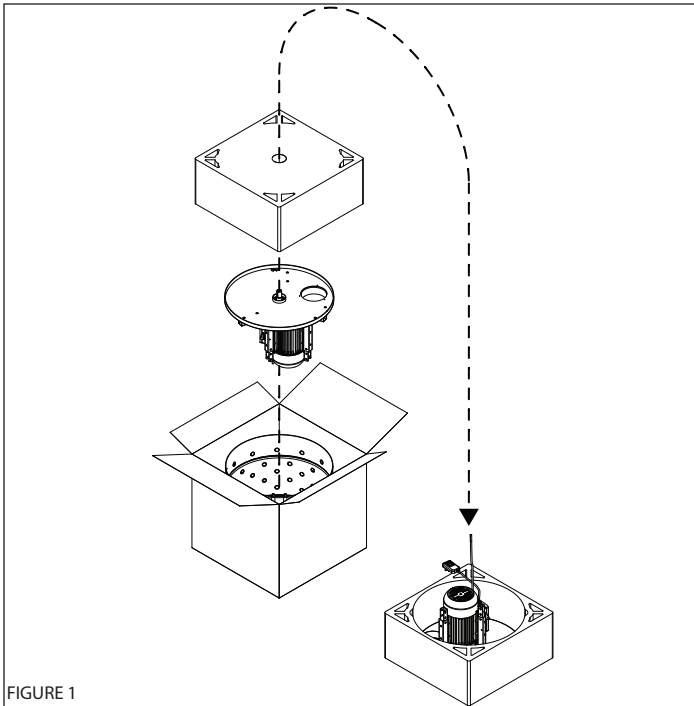

FIGURE 1
1. Ouvrir le dessus du carton d'emballage et retirer le bloc de calage en polystyrène expansé avec le trou au centre. **VOIR FIGURE 1**
- Élément d'axe (2)
- Pied long (2)
- Roue (2)